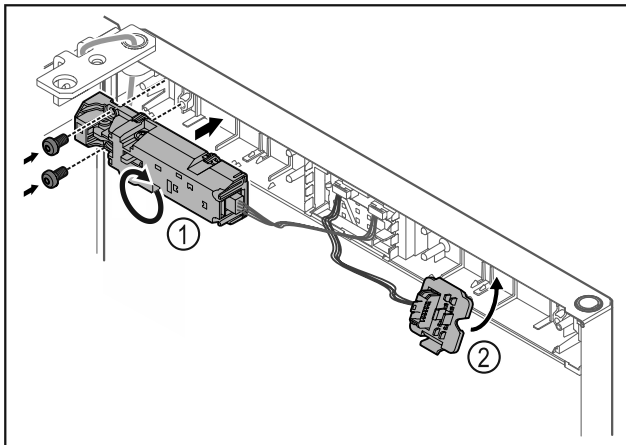

Fig. 18
- ▶ Завъртете дистанционната ключалка Fig. 18 (1) на 180° и я закрепете на противоположната страна.
- ▶ Фиксирайте държача на щекера Fig. 18 (2) от противоположната страна.